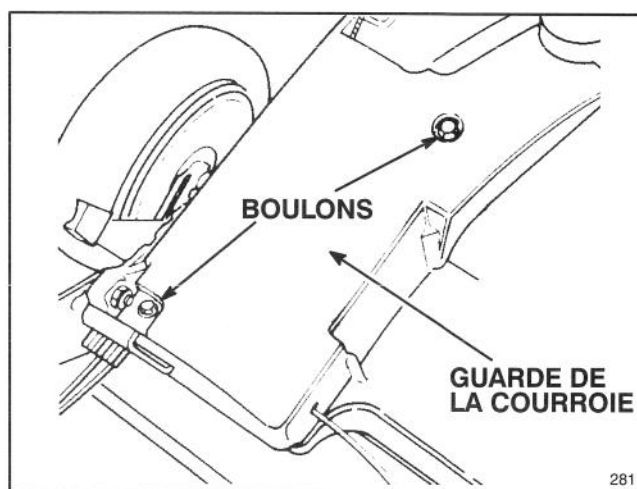

Figure 32
1. Retirer les boulons de fixation de la garde de la courroie (Fig. 32), sur le carter de la tondeuse. Soulever la garde et brosser tous les débris accumulés dans cette zone. Replacer la garde.